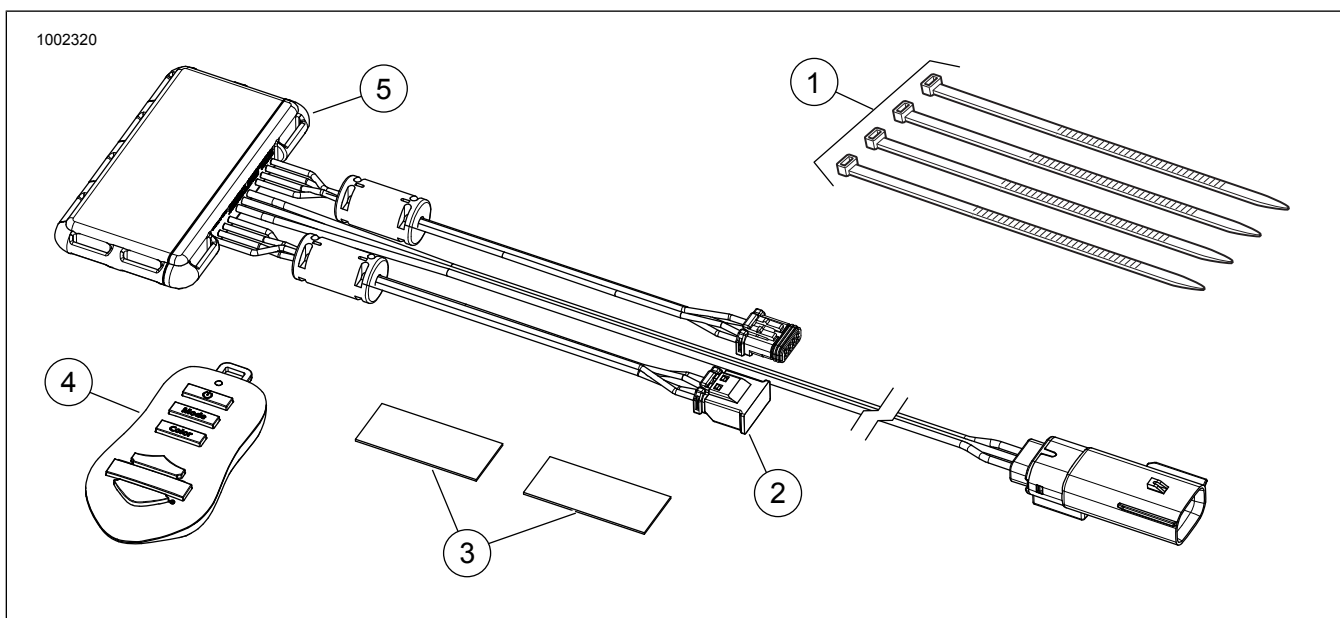

Figure 2. Pièces de rechange, kit de contrôleur Spectra Glo
Figure 2 et Tableau 1 .
5. Figure 2 Choisir un emplacement approprié pour monter le contrôleur (5) sous la selle ou derrière le couvercle latéral gauche. Utiliser le ruban double face (3) fourni dans le kit ou les serre-câbles (1).